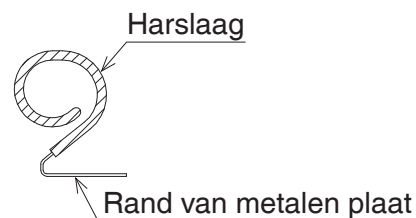

Afbeelding 21
6. Na het voeren van de geleidedraden van de zwenkmotor door het doorvoergat voor geleidedraden (raadpleeg **Afbeelding 21**), voert u de geleidedraad van de zwenkmotor door de glazen buis (groot) (4). Daarna sluit u de relaisboom (groot) (3) aan op de geleidedraad van de zwenkmotor. (Raadpleeg **Afbeelding 22.**)
8. Duw de geleidedraden van de zwenkmotor in de positie getoond in **Afbeelding 21** en zet ze vast met een klemplaat. (Raadpleeg **Afbeelding 21.**)